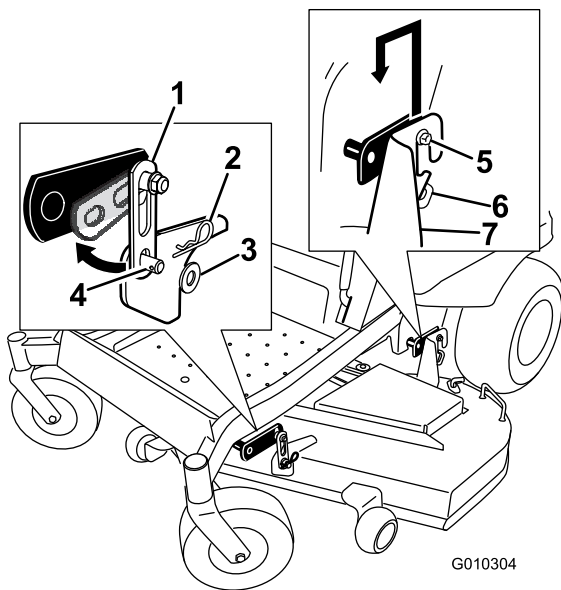

Figure 68
- Enlevez les fixations des patte avant de chaque côté du plateau de coupe (Figure 68).
- Soulevez le plateau de coupe avec précaution pour le dégager des boulons des pattes de fixation arrière et abaissez l'avant du plateau au sol (Figure 68).
- Soulevez l'arrière du plateau de coupe et guidez les supports sur les boulons des pattes de fixation arrière (Figure 68).
- Montez le support avant du plateau de coupe sur les pattes de fixation avant et fixez-les avec une rondelle et une goupille fendue (Figure 68).